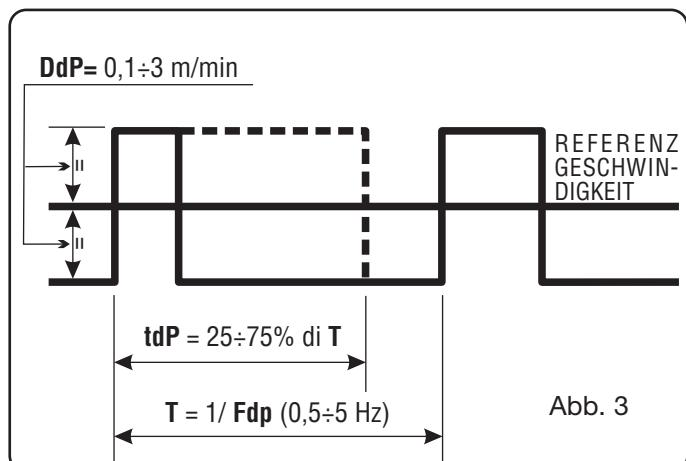

Abb. 3
**D)- Den Regler **AI** drehen, bis das Kürzel **tdP** erscheint. Dies ist die Dauer der Aufrechterhaltung der höchsten Drahtvorschubgeschwindigkeit, d.h. des höchsten Stroms. Sie wird in Prozent der aus der Frequenz **Fdp** abgeleiteten Zeit ausgedrückt (siehe Abbildung 3).**